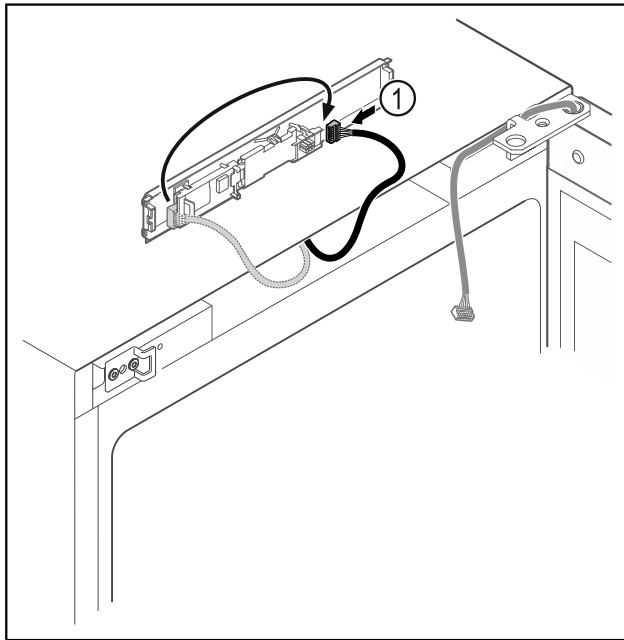

Fig. 20
- Aseta pistoke Fig. 20 (1) levyyn toiseen kohtaan.